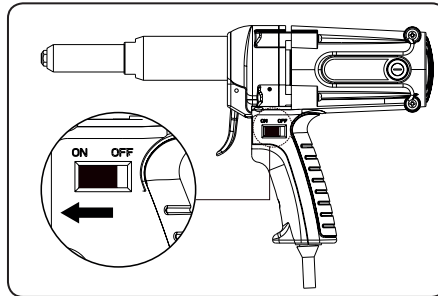

Abb.3
- a) **Schalten Sie den Betriebsschalter der Nietpistole in die Position "ON" um, siehe Abb. 3.**